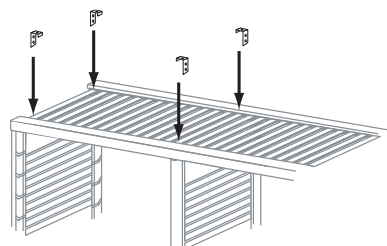

FIG. 3.7
8. Placer les attaches verticales sur les lattes de la tablette supérieure à leur place. (Fig. 3.7)